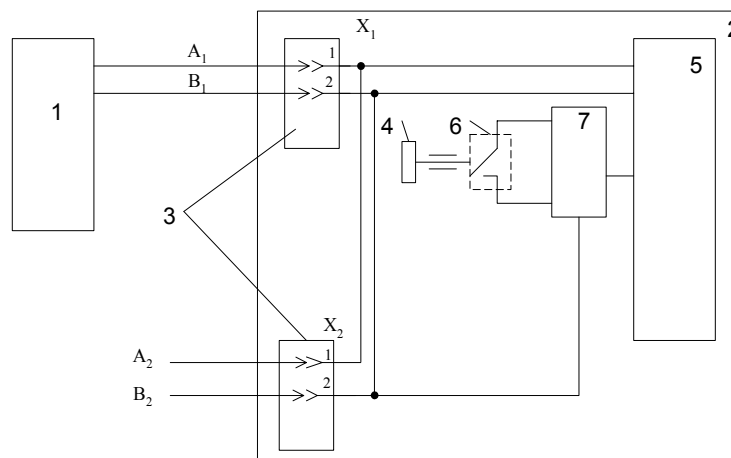

Рис. 6.2
6.3.1. Схема подключения извещателя к ППКП представлена на Рис. 6.2.
Подключение проводов к клеммным соединениям производить в соответствии со схемой подключения (Рис. 6.2.)